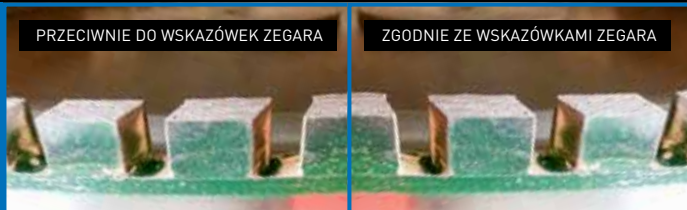

Rysunek 2 - Strzałka wygrawerowana na stalowym pierścieniu nośnym
- Kierunek obrotu wskazany jest za pomocą strzałki wygrawerowanej na stalowym pierścieniu nośnym (Rysunek 2).